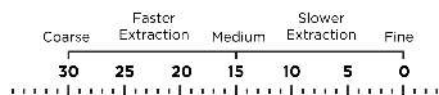
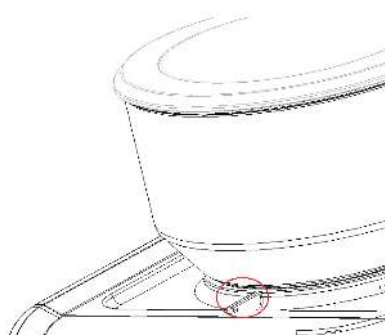

Fig. 3:
Fig. 4:
2. Bønneboksen har markeringer, der angiver kaffegrusheden (se Fig. 3). For at justere malingsindstillingen, skal du sørge for, at den ønskede indstilling på Bønneboksen er justeret med markeringen på topdækslet (som vist i Fig. 4).